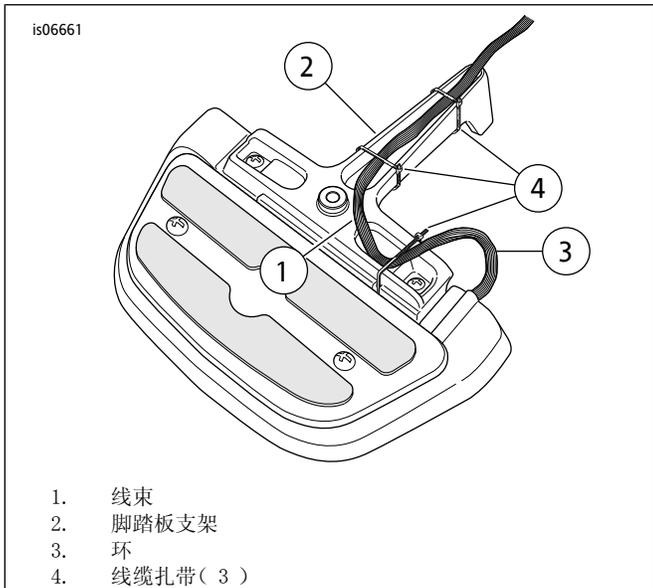

图7。线束布设-1993年款及之后的旅行车型
- b. 1993年款及之后的旅行车型：参见图7。沿着每个脚踏板支架（2）的底部布设线束（1），尽可能将线束按在凹坑中。在每条线束的松弛部分打一个小圈（3），以防止折叠脚踏板时拉扯导线。使用线缆扎带（4）将线束固定至脚踏板支架。